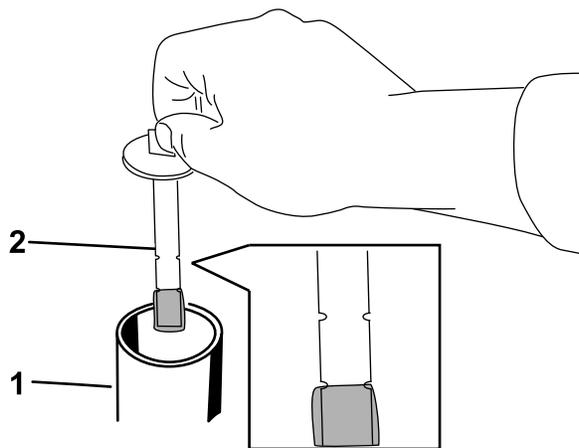

Рисунок 81
7. Снимите крышку заливной горловины и проверьте уровень жидкости с помощью масломерного щупа (Рисунок 81).